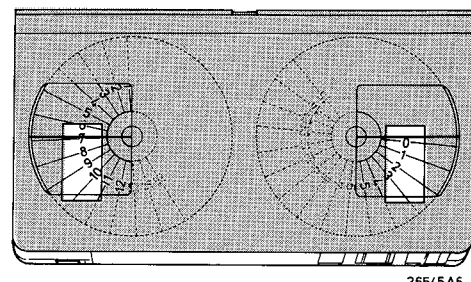

Fig. 2-2-2
- Auf die Oberseite der beiden Spulen Papier kleben (Mittelpunkt freilassen), siehe Bild 2-2-2.
- Dann das Band 15 Male um 1 cm verlagern und folgende Linien und Ziffern anordnen (Bild 2-2-2).